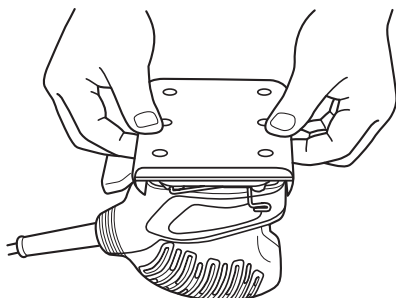

Fig. 8
- Placer la ponceuse avec le coussinet dirigé vers le haut, comme indiqué par la Fig. 8. Placer le papier de verre sur le coussinet en prenant soin de faire coïncider la ligne médiane du papier avec celle du coussinet. Puis, plier les deux extrémités du papier à 90°.